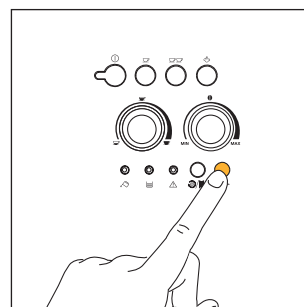

Fig.18
1. Presione el botón ☞ para seleccionar la función café molido (fig. 18). El piloto del botón se enciende para indicar que la función ha sido seleccionada y se ha desactivado el molinillo.